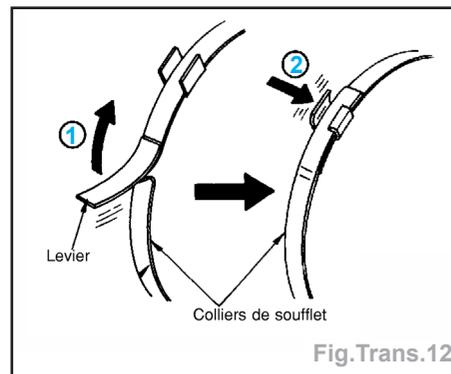

Fig. Trans. 12
- Attacher les extrémités (petite et grande) du soufflet avec de nouveaux colliers de soufflet (fig. Trans. 12).